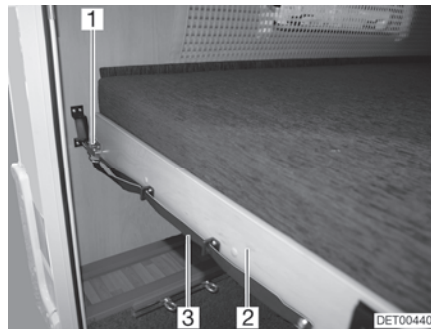

Fig. 116 Letto a castello (parte posteriore)
- Tirare l'asola (Fig. 116,3) e liberare il chiavistello (Fig. 116,1).
- Tirare in avanti il telaio portamaterasso (Fig. 116,2) con il materasso finché non si innesta.